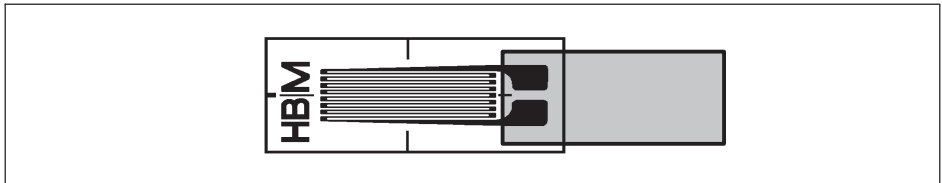

Fig. 5.3 Charnière sur jauge sans pattes de raccordement
- ▶ Pour les jauges sans pattes de raccordement, réalisez la charnière comme indiqué sur la Fig. 5.3 (sans cosses relais supplémentaires).